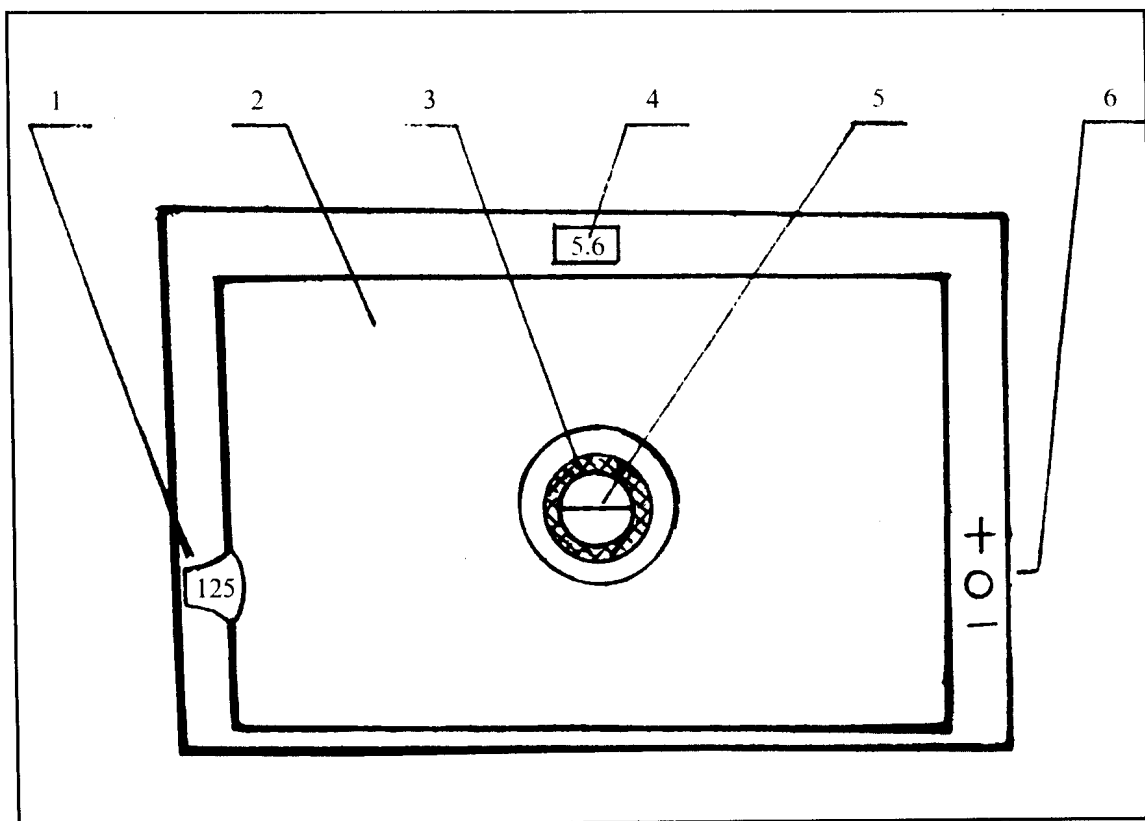

图 1-1 FM2 取景对焦屏
- 取景器:** 固定眼平棱镜取景器, 可换式取景对焦屏(见图1-1), 左侧有快门速度显示1, 右侧有曝光适度显示6, 上方有光圈直视窗4。
图1-1的取景对焦屏为可互换式高亮度微棱圆锥对焦屏, 由GPS测光元件测光, 三只红色LED6。根据测光指示, 以便设置快门速度或光圈值。LED“+”为过曝, “-”为欠曝, 中间“○”为合适曝光。快门速度显示窗1的速度显示值与快门调速盘设置速度一样, 保持同步指示。光圈值显示窗4的光圈刻度值, 就是镜头上的光圈设置值。